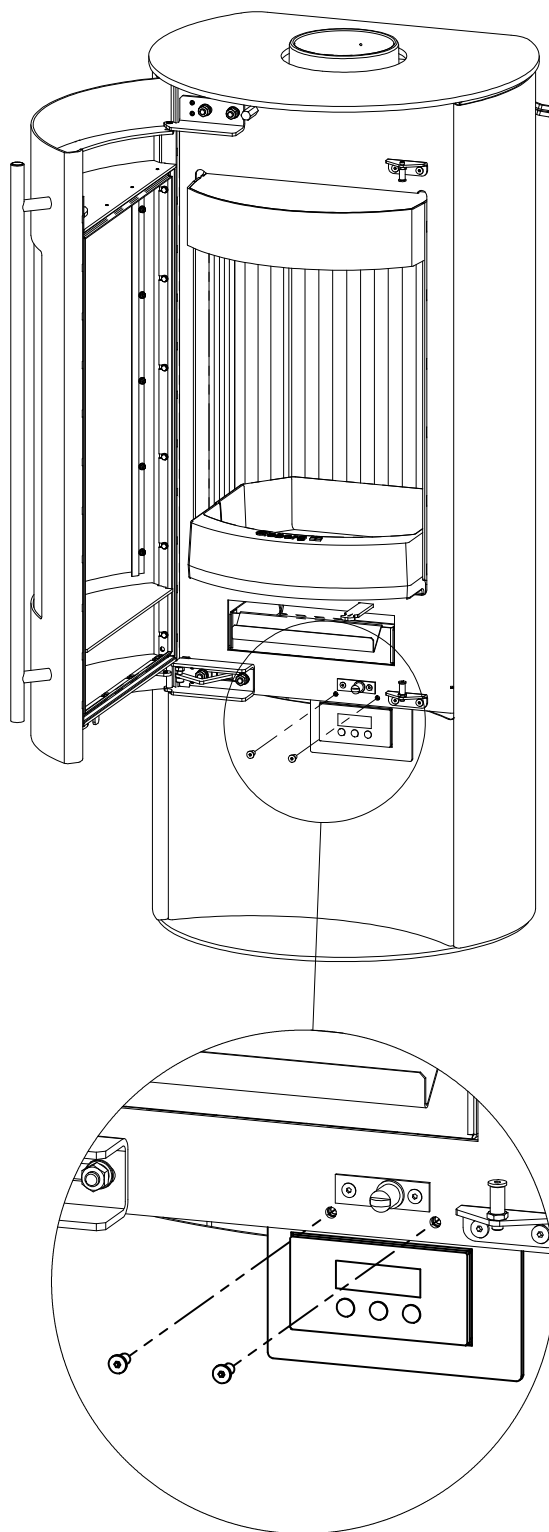

Fig.4
- Visser l'électronique sur l'appareil à l'aide des vis à six pans creux fournis (Fig.4).